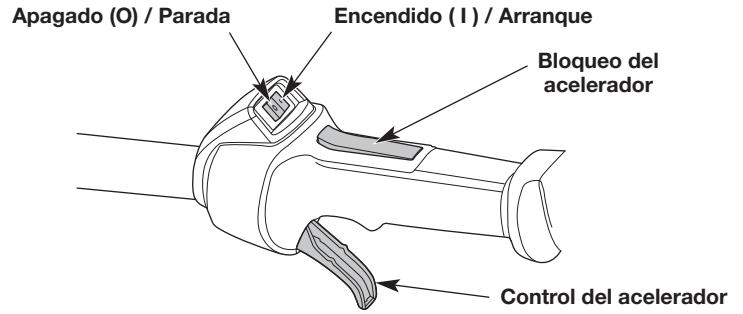

Fig. 6
NOTA: No hay necesidad de encender la unidad. El interruptor de Encendido/Apagado debe estar en la posición ENCENDIDO (1) en todo momento (Fig. 6).
6. Oprima el bloqueo del acelerador y apriete el control del acelerador (Fig. 6). Tire de la cuerda de arranque con un movimiento controlado y firme **5 veces** (Fig. 8).
2. Oprima y no suelte el interruptor de control de Encendido y Apagado en la posición APAGADO (O) hasta que el motor se detenga por completo (Fig. 6).